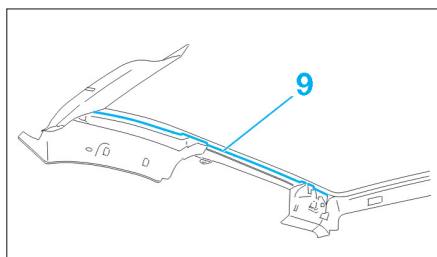

FIG. 111
- Découper la peau extérieure du pavillon multifonction en (9) pour accéder au cordon de colle, à l'aide de l'outil [1], équipé de la lame [2] (de chaque côté) (Fig.111).